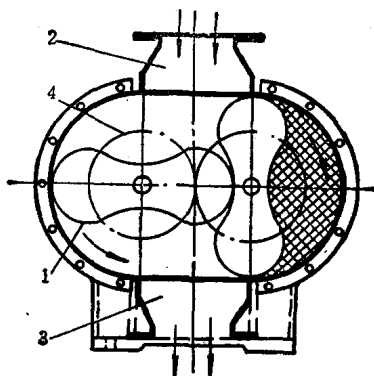

图3 定容式鼓风机
3. 定容式鼓风机 其结构如图 3 所示。当鼓风机运转时, 空气从吸入口 1 吸入, 并进入“∞”形转子 2 和机壳之间的空间内, 由于转子的驱使, 空气被挤送至下部, 并产生一定压力, 由排出口 3 排出。